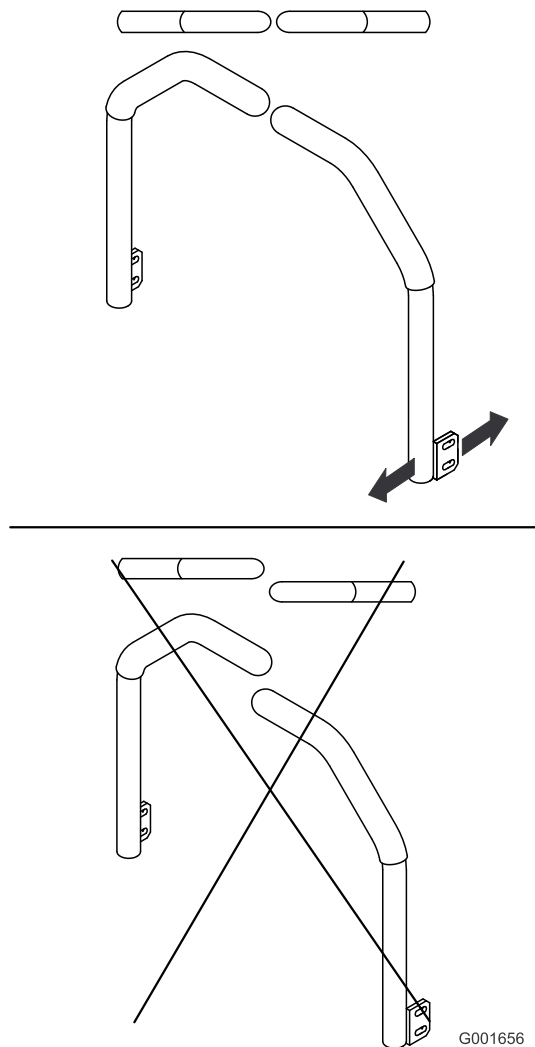

Figura 69
- Ajuste las palancas de control de forma que queden alineadas entre sí (Figura 69) y apriete los pernos para fijar las palancas a los soportes.